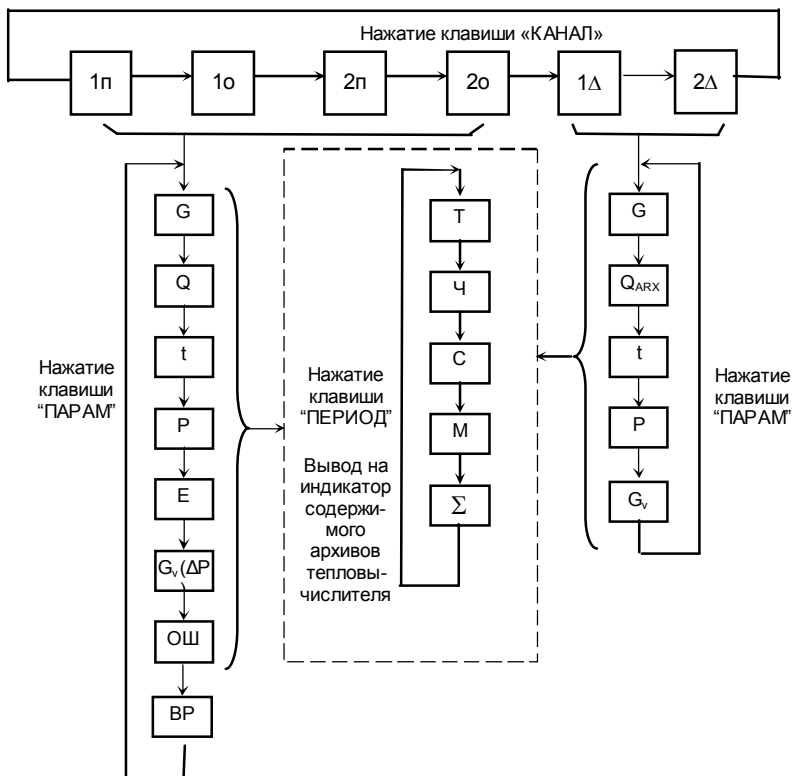

Рис.2.6. Алгоритм работы пульта основного режима работы
Алгоритм ОСНОВНОГО РЕЖИМА работы тепловычислителя представлен на рис.2.6.
Условные обозначения к рис.2.6:
- Нажимая клавишу "ПАРАМ" («ВВОД») выберите нужный параметр (см. рис.2.6).
- Нажимая клавишу "ПАРАМ." («ВВОД») выберите нужный параметр (см. рис.2.6).